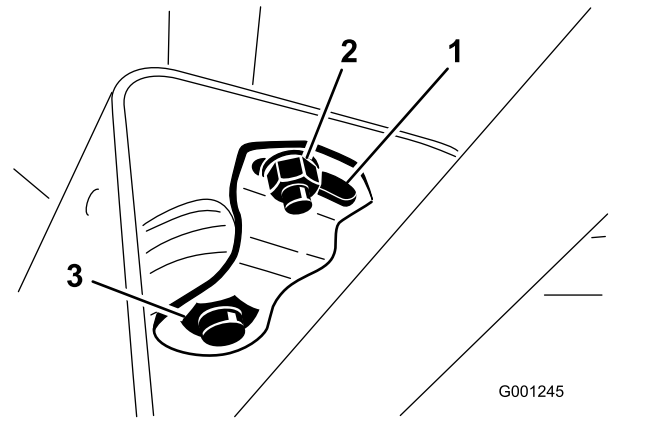

Figura 27
3. Allentate il dado piccolo e ruotate la staffa orientabile finché questa non serra il dado grande sottostante (Figura 27).
2. Alzate il copripiantone fino ad esporre la staffa orientabile (Figura 27).